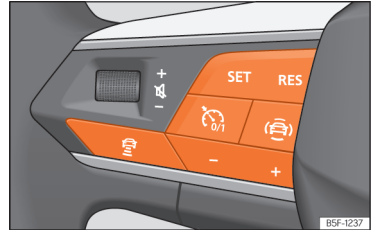

Abb. 104 Am Multifunktionslenkrad: Tasten zur ACC-Bedienung.
» (Abb. 104).
»» (Abb. 104).
Um die Geschwindigkeit zu programmieren, drücken Sie die Tasten + oder – »» (Abb. 104) bis zur gewünschten Geschwindigkeit. Die Einstellung der Geschwindigkeit erfolgt in Schritten von 10 km/h (5 mph).
- Taste und dann Taste + oder – »» (Abb. 104) drücken.
- Taste »» (Abb. 104) kurz drücken oder Bremspedal treten.